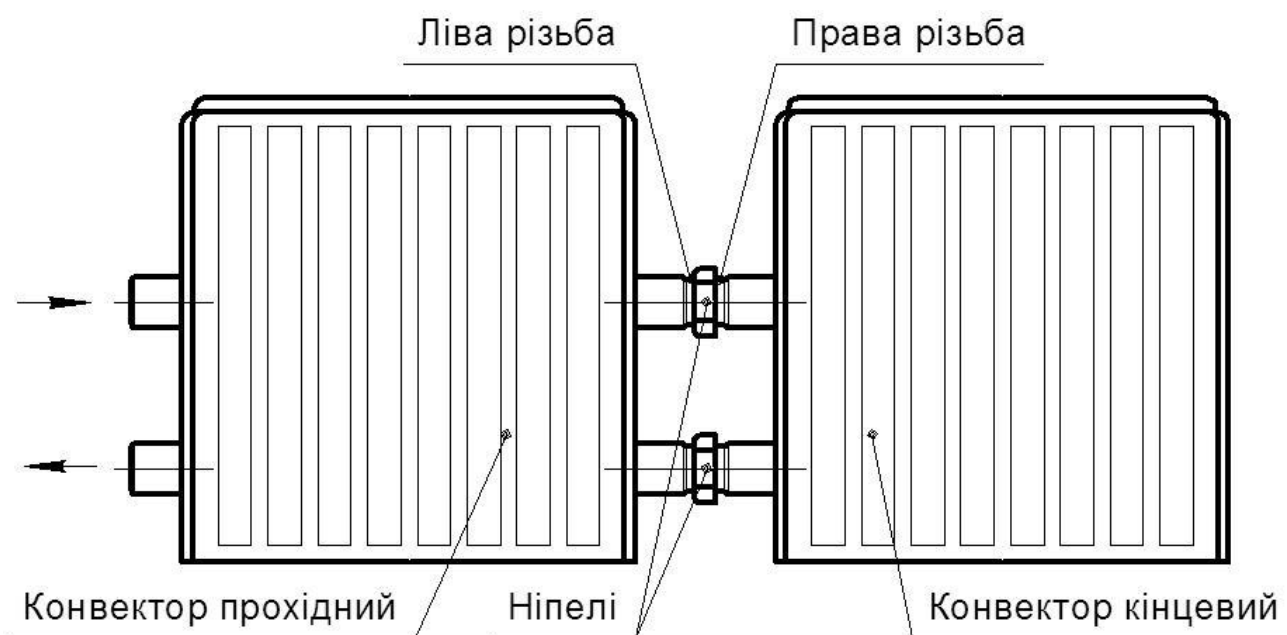

Рисунок 2
5.3.9 Для приєднання прохідного конвектора до кінцевого, відкрутіть заглушки з різьбових отворів обох конвекторів. Приєднайте у горизонтальному положенні прохідний конвектор до кінцевого за допомогою ніпелів (див. рис. 2). В якості ущільнення для герметизації з'єднань, використовують льон тіпаний з відповідними герметиками.